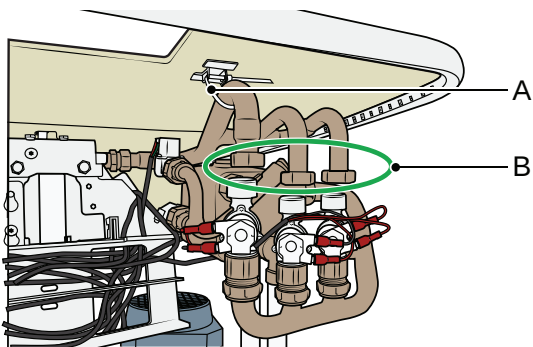

Figure 82
18. Retirez l'attache de câble avec précaution (A).
Fixez les raccords de tuyau sur le mitigeur. Serrez les trois écrous (B) sur le mitigeur. Voir Figure 82.